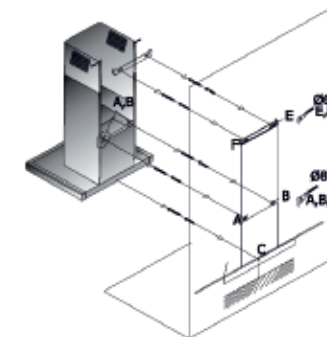

Рис. 21
2. Приложите монтажный шаблон (если он есть в комплекте) к стене на нужной высоте с учетом минимального расстояния от варочной поверхности и выровняйте его по уровню. Наметьте точки (A, B, C, D) на стене и просверлите в них отверстия диаметром 8 мм. Наметьте и просверлите отверстия диаметром 6 мм для монтажа планки крепления декоративного короба (E, F) (Рис. 21) (в зависимости от модели вытяжки).